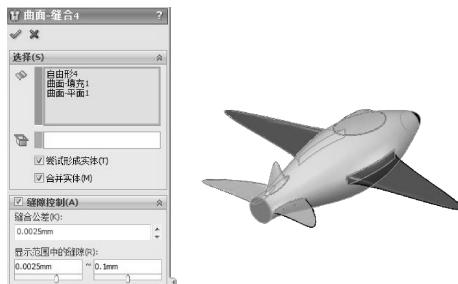

图 4-71 将曲面缝合成实体
- 30 将主体曲面、填充曲面和平面区域缝合，形成实体，如图 4-71 所示。